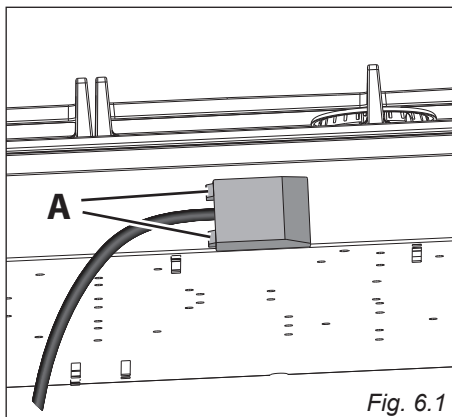

Fig. 6.1
- Sganciare il coperchio della morsetteria inserendo un cacciavite nei due agganci “A” (fig. 6.1).